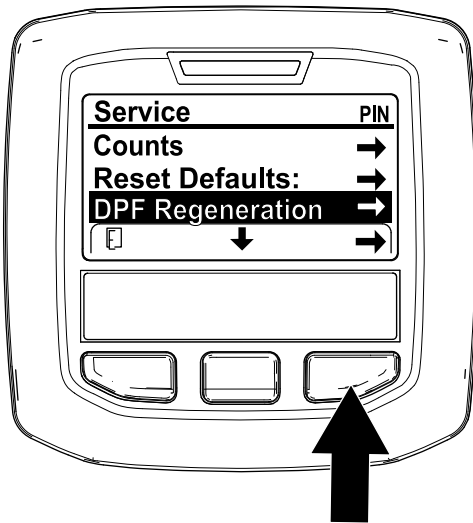

Figura 31
1. Vaya al menú Mantenimiento, y pulse el botón central para desplazarse hacia abajo a la opción REGENERACIÓN DEL DPF (Figura 31).
2. Pulse el botón derecho para seleccionar la opción Regeneración del DPF (Figura 31).